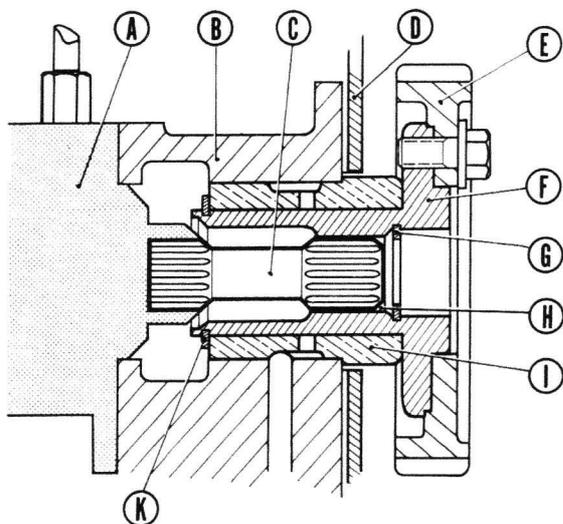

Fig. 6
- 3° Emboîter l'arbre et la pompe dans l'alésage du moyeu d'entraînement et monter les écrous de fixation. Le montage devra être conforme à la figure 6.